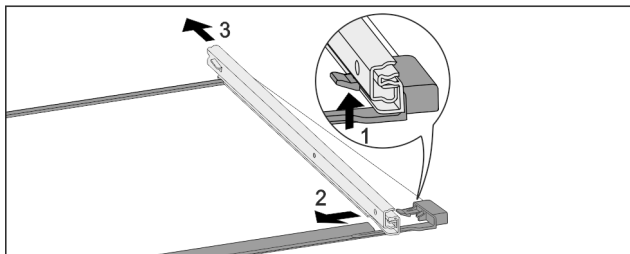

Fig. 205 Placa de vidrio con guías
- ▶ Presione hacia arriba el gancho de retención delantero. Fig. 205 (1)
- ▶ Retire la guía extraíble hacia un lado Fig. 205 (2) y hacia atrás Fig. 205 (3).